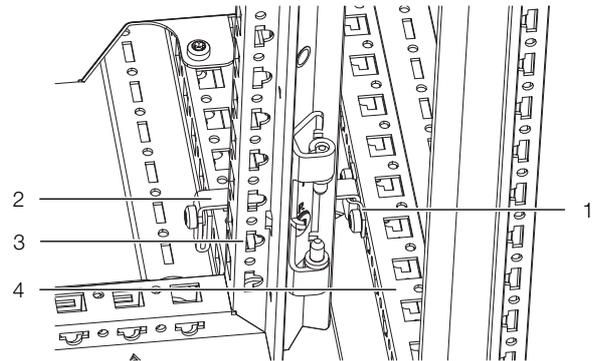

Abb. 35: Verbindungselement im hinteren Bereich VX/VX
- Montieren Sie ebenfalls vor dem Anreihen die für das Verbindungselement benötigte Lasche (Abb. 35, Pos. 1) am Serverschrank VX IT.
■ Setzen Sie dann im hinteren Bereich ein Verbindungselement (Abb. 35, Pos. 2) zwischen die Rahmen des LCP Inline Protruding und des Serverschranks ein.